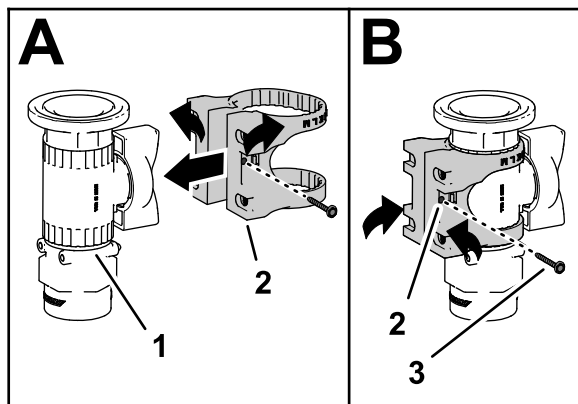

Bild 18
3. Befestigen Sie die Ventilhalterung am Absperrventil, wie in A in **Bild 18** dargestellt.
4. Befestigen Sie die Ventilbefestigung mit dem Bundbolzen (Nr. 6) am Regelventil und ziehen es mit der Hand an (B in **Bild 18**).